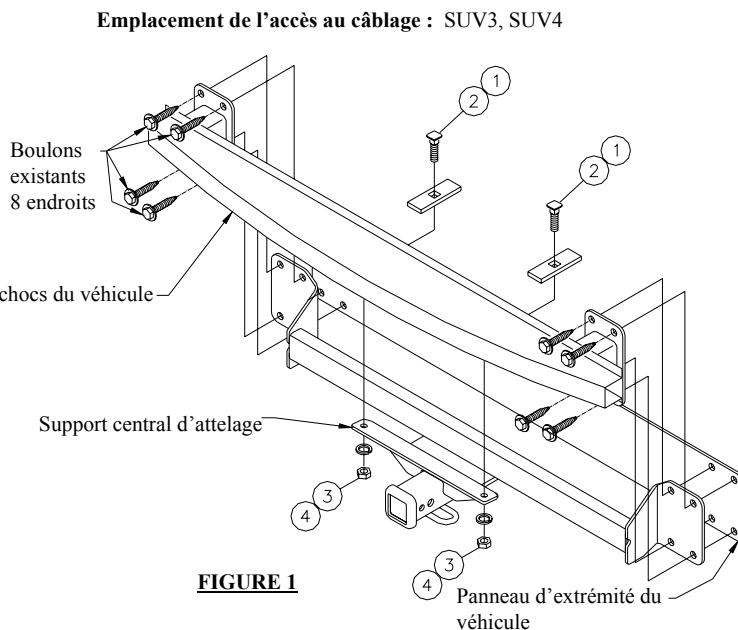

FIGURE 1
①	Qté (2)	Boulon de carrosserie 1/2 X 1 3/4 po	③	Qté (2)	Rondelle frein 1/2 po
②	Qté (2)	Espaceur 1/4 x 1 x 3 po	④	Qté (2)	Écrou hexagonal 1/2 po
3. Soulever l'attelage et le pare-chocs à la position illustrée, l'attelage en sandwich entre le panneau d'extrémité du véhicule et le pare-chocs. Avant de serrer, placer l'attelage pour que le support central soit en contact avec la surface inférieure du pare-chocs en acier, comme illustré à la figure 1.